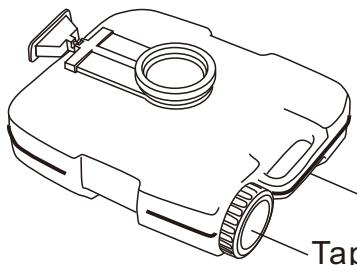

Figura 9
- Al quitar la tapa, asegúrese de que el tanque de retención de desechos esté en posición vertical posición (Figura 9)